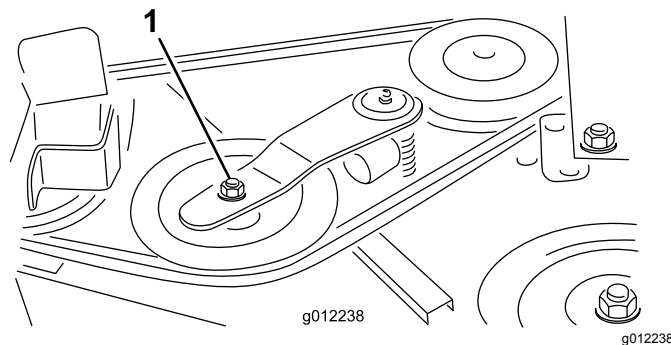
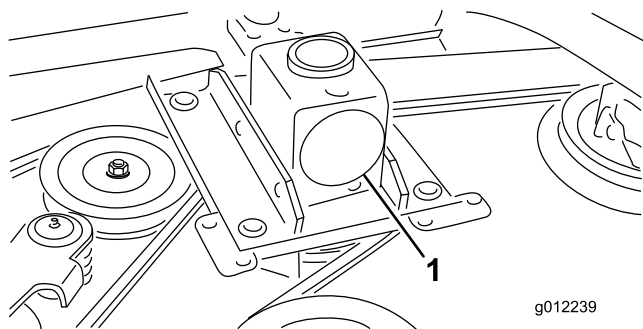

Figura 31
Figura 32
2. Con una chiave dinamometrica o uno strumento simile, allontanate la puleggia tendicinghia (Figura 31) dalla cinghia di trasmissione per allentare la tensione della cinghia e staccarla dalla puleggia degli ingranaggi (Figura 32).